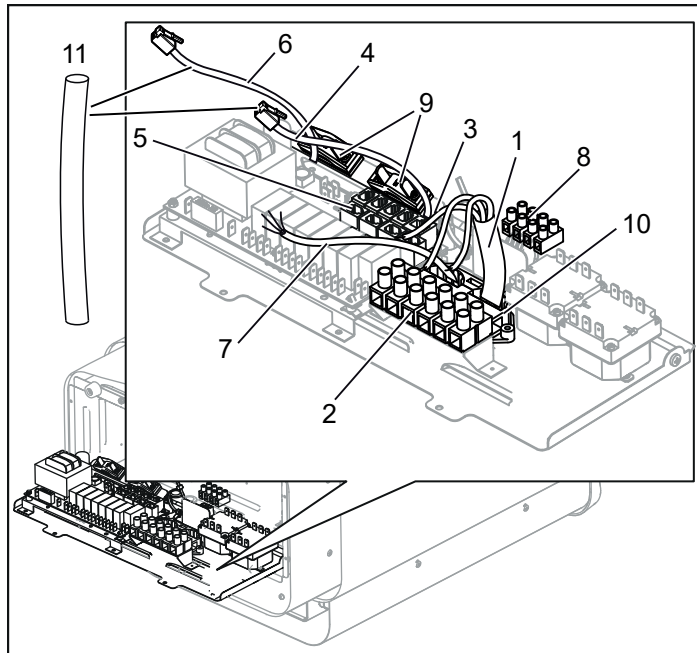
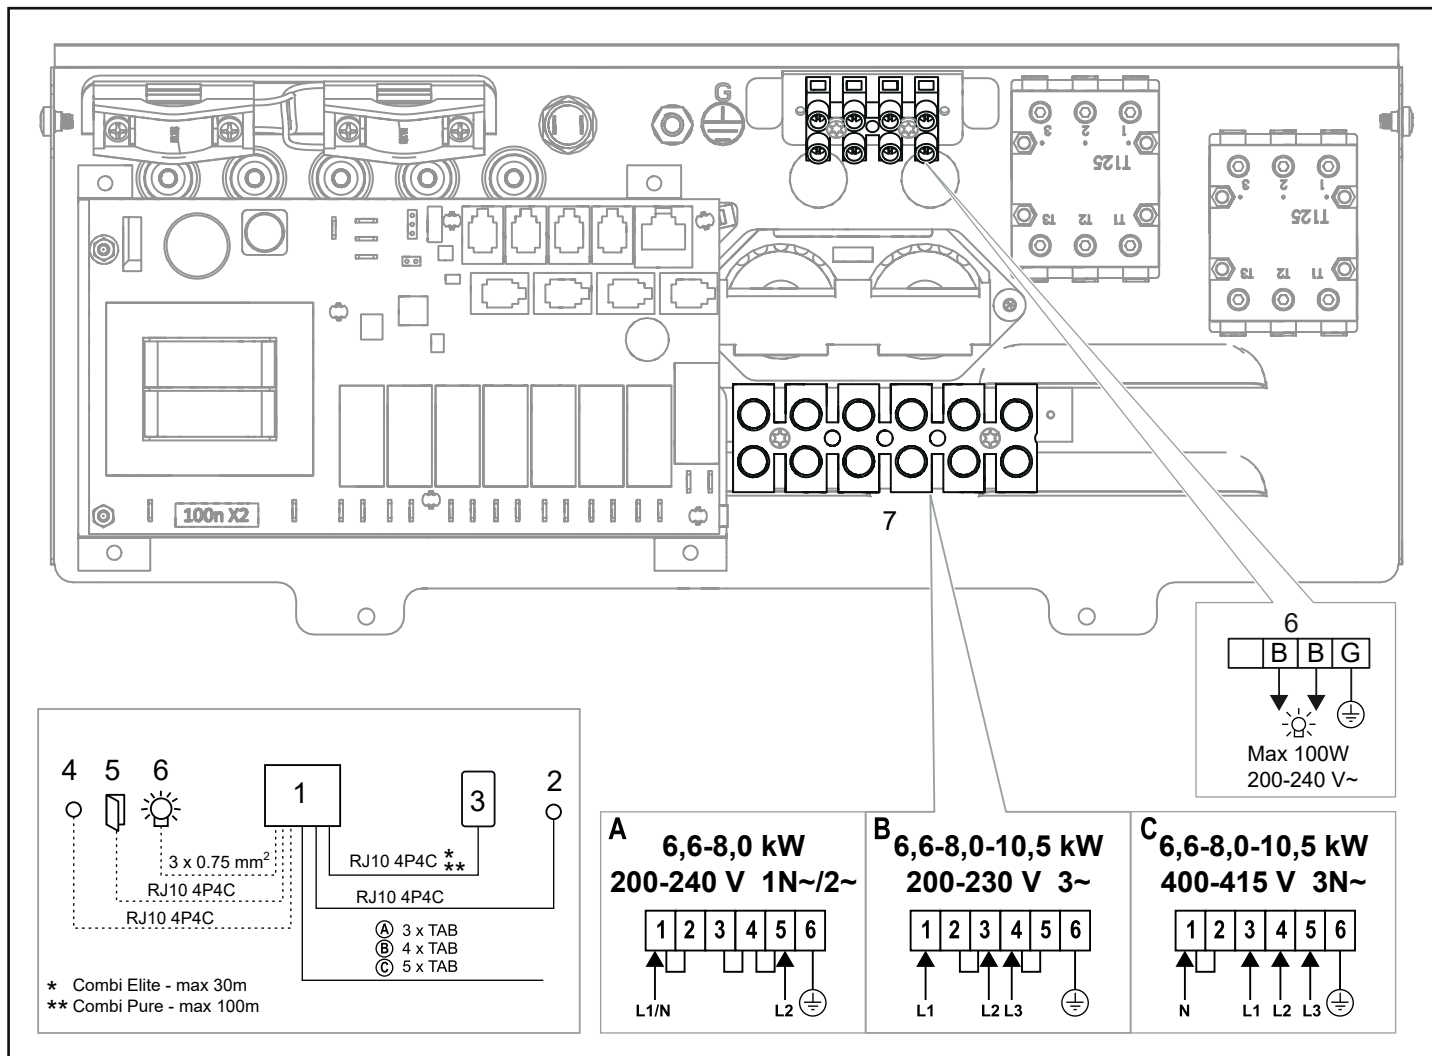
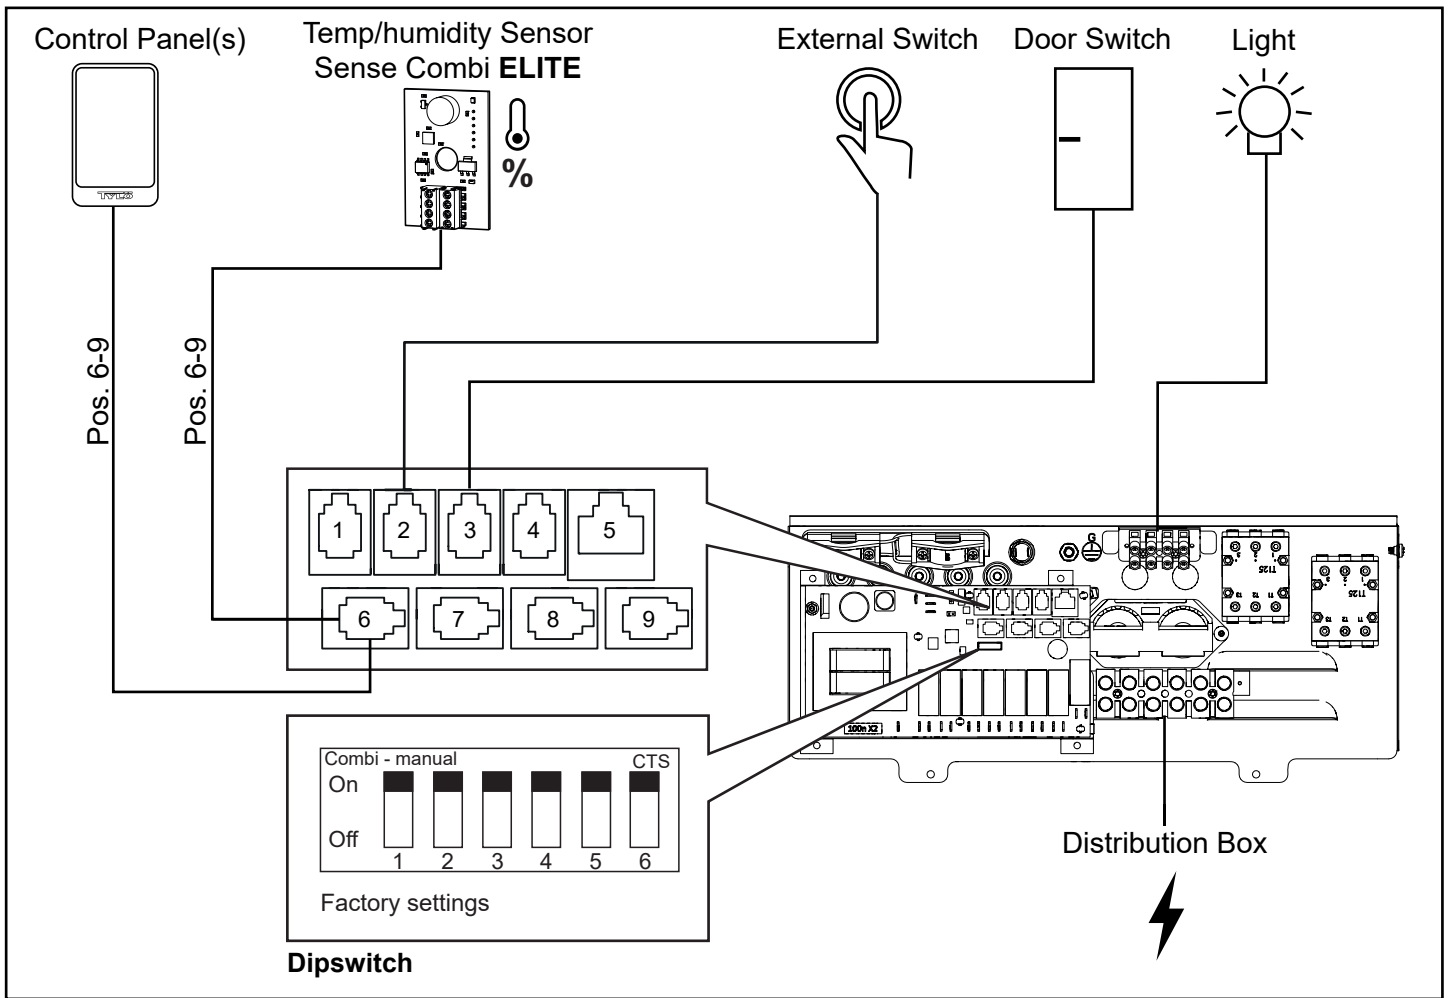

Figure 10 : Circuit imprimé
Figure 17 : Schéma de branchement
Figure 19. Schéma d'installation Sense Combi Elite
4. Raccordez le câble électrique (voir figure 10), en suivant le schéma de raccordement (voir figure 17).
5. Acheminez les câbles du panneau de commande et de la sonde de température à travers les passe-câbles (voir figure 10). Raccordez le câble du panneau de commande à l'un des quatre connecteurs RS485 (positions 6-9) (voir figure 19, 20).
**Combi Elite** : Raccordez le câble des sondes d'humidité et de température à l'un des quatre connecteurs RS485 (pos. 6-9), (voir figure 19).
7. Raccordez, le cas échéant, le câble de l'éclairage (voir figure 10) en suivant le schéma de raccordement (figure 17).
Pour un raccordement à d'autres tensions ou d'autres nombres de phases ne figurant pas sur le schéma de raccordement (figure 17), contactez le service de maintenance Tylö.